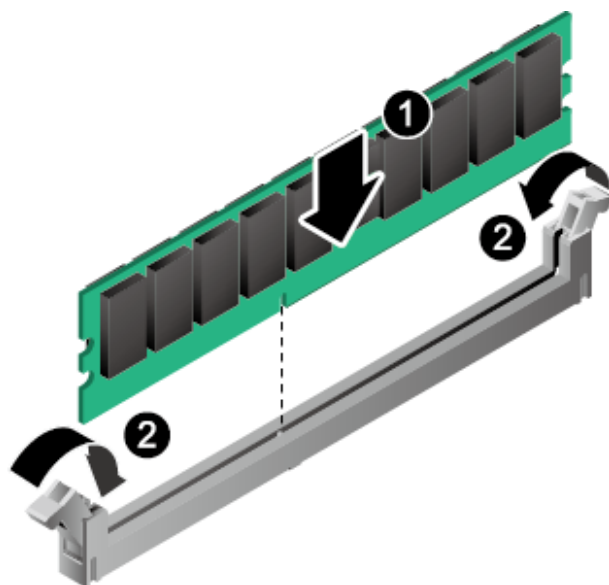

图 5-20 安装 DIMM
9. 将 DIMM 的缺口与插槽导轨上的凸起对齐，并插入 DIMM 插槽中，如图 5-20 所示。